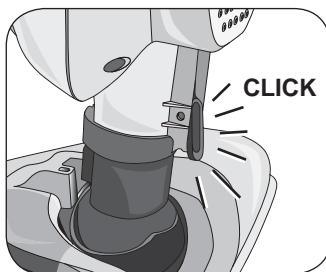
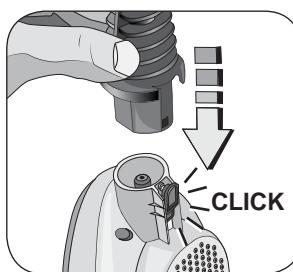
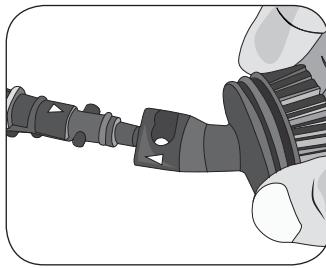

Fig. 13
Fig. 14
Fig. 15
Om de kleinere accessoires te gebruiken, moeten de stoomkop (A) en de telescopicstang (J) worden verwijderd. Druk op de koppeling van de stoomkop (Fig 13). Verwijder de stoomkop. Druk op de deblokkeerknop van de handgreep (H). Verwijder de telescopicstang. Steek het verlengstuk (3) op de koppeling van de behuizing van het apparaat. U hoort een klik als hij goed is gemonteerd (Fig 14). Steek één van de kleinere accessoires aan de kant van de stoomopening van het verlengstuk (Fig 15) erin.